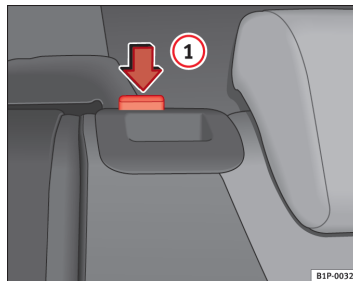

Fig. 94 Sådan klappes bagsæderyglænet op.
- Klap ryglænet tilbage, og tryk ryglænet fast i låsen. Den røde markering må ikke kunne ses ⇒ Fig. 94.